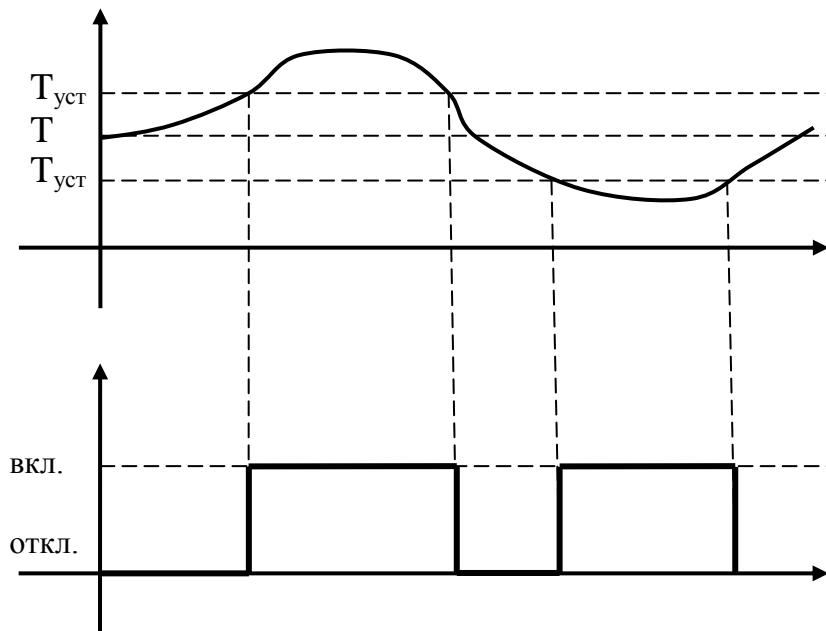

Рисунок 31
Сигнализация срабатывает, если отклонение от заданной температуры (T) выходит за границу значения аварийной уставки ($T_{уст}$) в любую сторону (рис. 31).